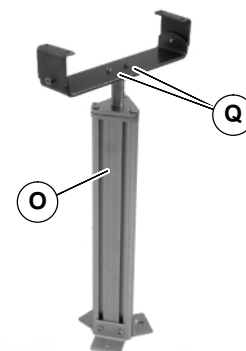

Figure 9
- Förderbandstütze (Q siehe Abbildung 9) mit M6-Schrauben an den Stützpfiler montieren (O). Die Schrauben mit 15 Nm festziehen.